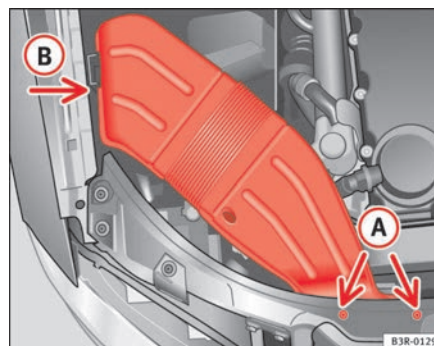

Abb. 187 Luftführungshutze an rechter Fahrzeugseite
- Drehen Sie die Schrauben **(A)** ⇒ Abb. 187 heraus.